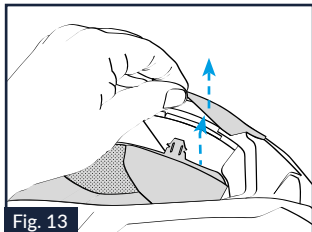

Fig. 13
9.2. Infilare la linguetta frontale sinistra della cuffia nella corrispondente sede deformando leggermente la guarnizione del bordo superiore della calotta (Fig. 13). Ripetere l'operazione anche con la linguetta frontale centrale e con quella frontale destra.